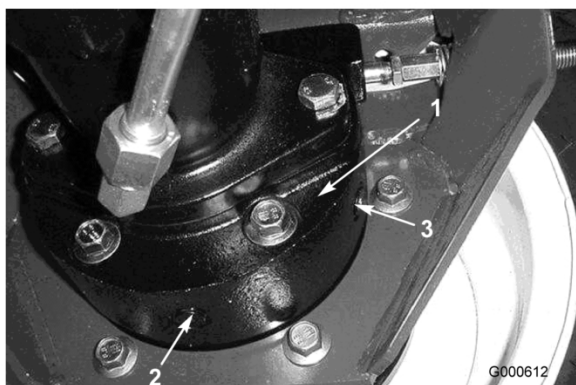

Figura 44
3. Coloque otro recipiente debajo del alojamiento del freno en el otro lado de la rueda (Figura 44).